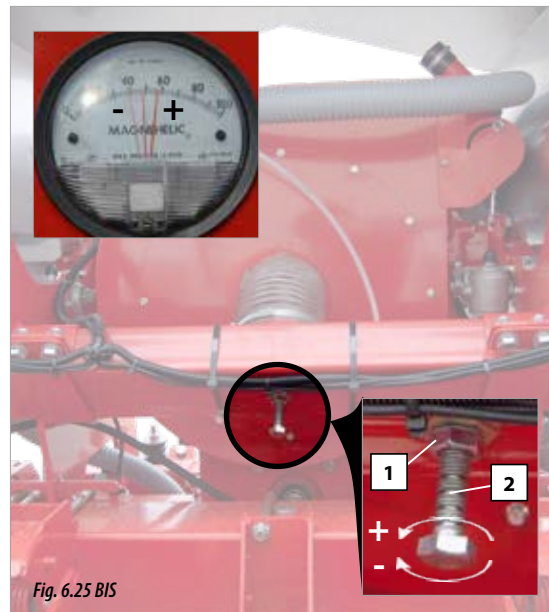

Fig. 6.25 BIS
El nivel de aspiración de la turbina se mide con el vacuómetro (Fig. 6.25). En función de la semilla se aconseja ajustar el nivel de aspiración según la tabla siguiente:
- 1- Aflojar la tuerca (1, Fig. 6.25 BIS).
- 2- Roscar el tornillo para disminuir la presión o, aflojarlo para aumentar la presión de aspiración (2, Fig. 6.25 BIS).
DESPUÉS DE MODIFICAR LA POSICIÓN DE LA VÁLVULA REGULADORA, VERIFICAR LOS VALORES DE PRESIÓN MEDIANTE EL VACUÓMETRO (FIG. 6.25), Y SI ES NECESARIO AJUSTAR EL RÉGIMEN DE VUELTAS DE LA TURBINA PARA ADECUAR LOS VALORES DE PRESIÓN SEGÚN LA TABLA DEL APARTADO 6.4 SISTEMA DE ASPIRACIÓN - TURBINA.